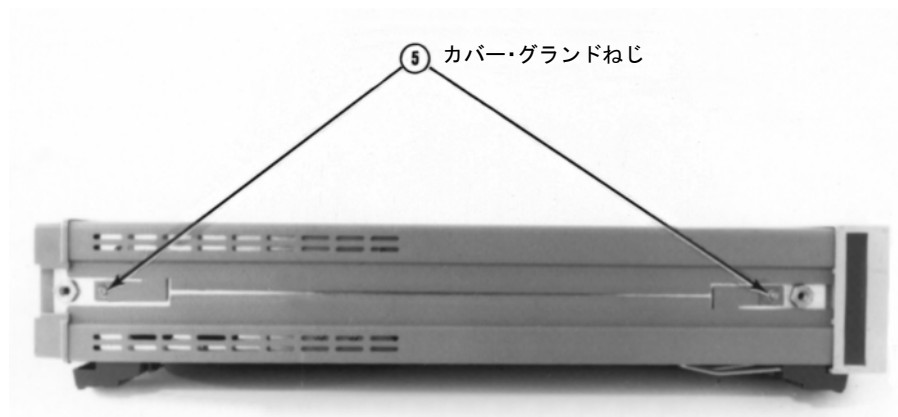

図37. カバー・グランドねじ
7. #TX10 Torx ドライバを使用して、上面および底面カバーのグラウンドねじを外します。図37を参照してください。
7. 図37を参照してください。左面を前にして3458を置きます。#TX10 Torx ドライバを使用して、上面および底面カバーのグラウンドねじを元に戻します。